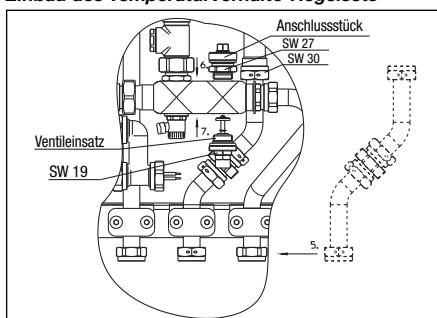

Abb. 5 Einbau - Teil 1
- Rohrgruppe in der Wohnungsstation „Regudis W-HTU“ wie in Abb. 5 angegeben positionieren und mit neuen Dichtringen wieder festschrauben (SW 30). Dabei alle Überwurfmuttern der Rohrgruppe fest anziehen. Den Schellenkörper wieder auf das Rohr setzen und die Schrauben mit Hilfe eines Inbusschlüssels (SW 5) wieder anziehen.
- Das Anschlussstück (SW 27) von oben in den Edelstahlverteiler, wie in Abb. 5 gezeigt, fest einschrauben.